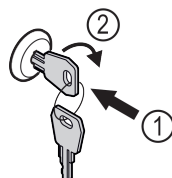

Fig. 161
- Insérer la clé. Fig. 161 (1)
- Tourner la clé à 90° dans le sens horaire. Fig. 161 (2)